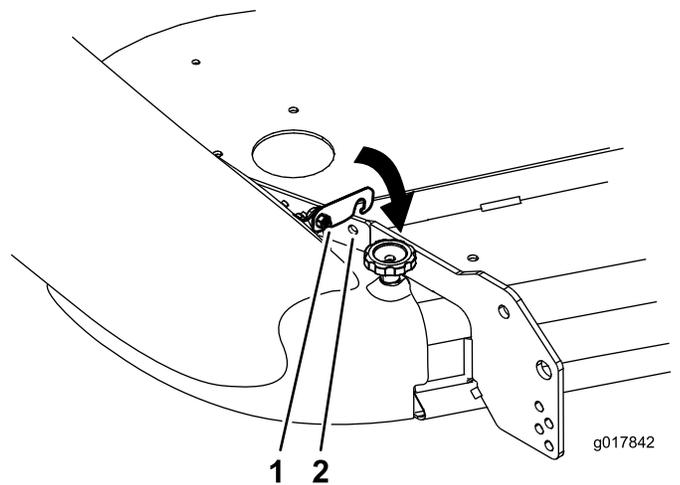

Figure 26
6. Tournez le verrou jusqu'à ce qu'il s'accroche dans le trou du renfort du tablier (Figure 26).